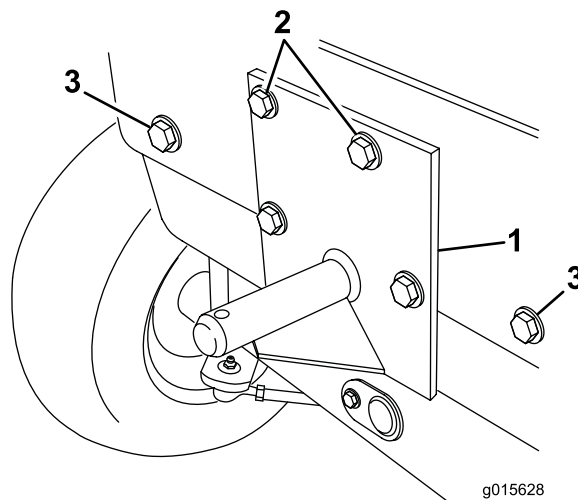

Figura 14
6. Collocate la staffa della tramoggia posteriore sul telaio posteriore, come illustrato nella Figura 14, allineando i 2 fori di montaggio inferiori ai fori nel telaio. Utilizzando la staffa come riferimento, individuate, contrassegnate e praticate i 2 fori rimanenti (9/16 poll.) sul telaio posteriore.
7. Sui modelli 30343 e 30344 con numeri di serie 260000001 e superiori, montate 2 bulloni (1/2 x 1-1/4 poll.) (nel kit) e 2 serie di rondelle di bloccaggio (1/2 poll.) precedentemente rimosse e rondelle piane (1/2 poll.) nei fori esterni del telaio, per fissare la zavorra interna (Figura 14).
8. Sui trattorini con numeri di serie da 250000001 a 259999999, montate la parte superiore della staffa della tramoggia posteriore sul telaio, utilizzando 2 bulloni (1/2 x 1-1/4 poll.), una cinghia di tenuta e 2 dadi di bloccaggio (1/2 poll.) (Figura 14).
9. Sui trattorini con numeri di serie 260000001 e superiori, montate la parte superiore della staffa della tramoggia posteriore sul telaio, utilizzando 2 bulloni (1/2 x 3 poll.), una cinghia di tenuta, 2 rondelle piane (1/2 poll.) e 2 dadi di bloccaggio (1/2 poll.) come mostrato in (Figura 14).